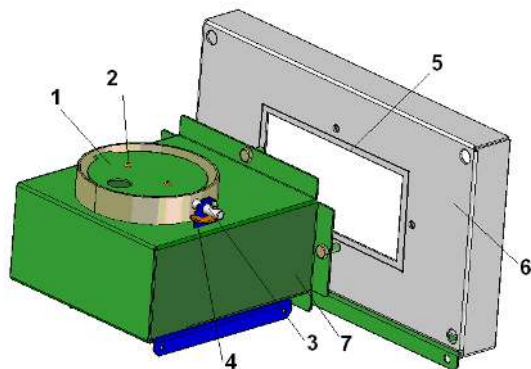
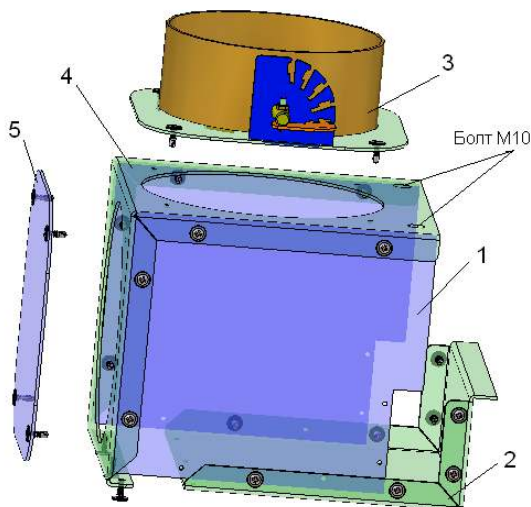

Рис.3 ДЫМОХОД КОТЛОВ КС-Т/ТГ/ТП-12-12р-12/16S
Рис.6 Дымоход котлов КС-Т-11; КС-Т-15; КС-Т-11р, КС-Т-15р, КС-Т-11п, КС-Т-15п
5.3.1 Котлы транспортируют со снятым дымоходом, поэтому перед эксплуатацией необходимо дымоход собрать (**рис. 3,4,5,6**).
Рис.3 : установить заслонку поз.1, закрепив на оси поз.3 двумя винтами М4х10 поз.2. Фиксатор поз. 4 закрепить на оси поз.3 винтом М4х20 и гайкой М4. Между желобом поз.7 и основанием поз.6 установить Набивку АС 6х6 поз.5.
Рис.6: вставить боковины 1 в дно 2, закрепить предварительно винтами-саморезами. Сверху надеть крышу 4, закрепить предварительно винтами-саморезами. Трубу 3 и опору 5 можно поменять местами. Теперь окончательно затянуть все винты-саморезы.
Установить дымоход на заднюю поверхность котла, закрепив 4-мя болтами М10 с шайбами (рис.3, 4, 5) или 2-мя болтами М10 (рис.6).